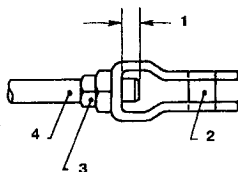

Рис. 9.28 Выступ штока внутри вилки очень важен (См. Раздел 17)
6. Если расстояние не соответствует требуемому значению, открутите контргайку и поверните толкатель педали так, как необходимо, следя за тем, чтобы конец толкателя выступал внутри вилки (См. Рис. 9.28). Затяните контргайку.